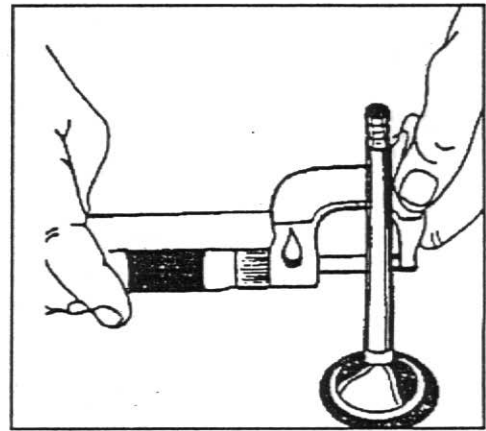

Fig. 14
2. Verifique o diâmetro da haste das válvulas com o micrômetro em três posições. Válvula de Admissão: 9,462 - 9,487 mm ou 0,3725 - 0,3735 pol. Válvula de escape: 9,449 - 9,468 mm ou 0,3720 - 0,3728 pol, fig. 14.